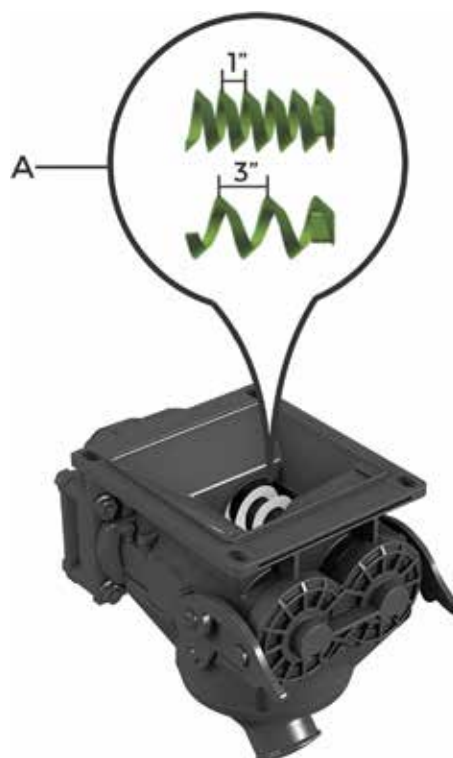

fig. 14
A regulagem da quantidade de fertilizante em kg/ha é realizada através das roscas sem-fim, de passo 1" e 3" (A) (fig. 14) montadas no dosador TOPLANTING e do recâmbio das rodas dentadas da transmissão.